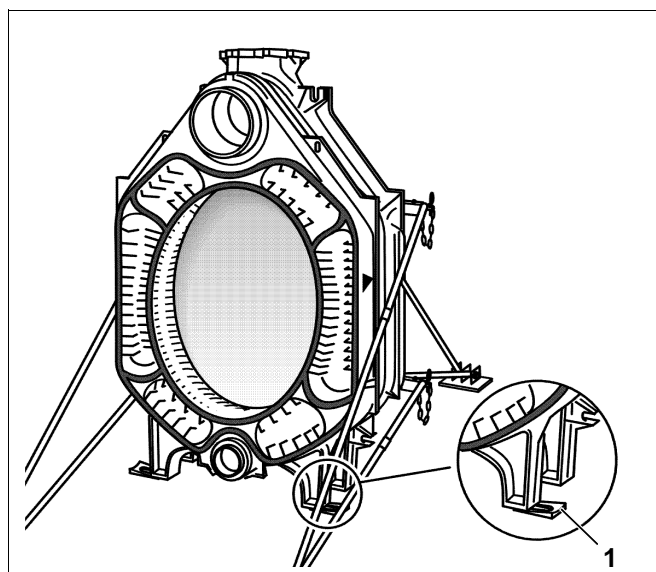

Fig. 18 Inserimento di cunei sotto i piedi della caldaia
La fig. 18 mostra l'elemento posteriore con l'elemento intermedio montato. I preparativi per il montaggio del prossimo elemento intermedio sono già stati effettuati. Per rendere più facile il montaggio, l'elemento della caldaia è stato messo a livello per mezzo di cunei interposti ai piedi (fig. 18, **pos. 1**). I cunei da interporre ai piedi della caldaia vengono impiegati anche per il livellamento definitivo del blocco caldaia.